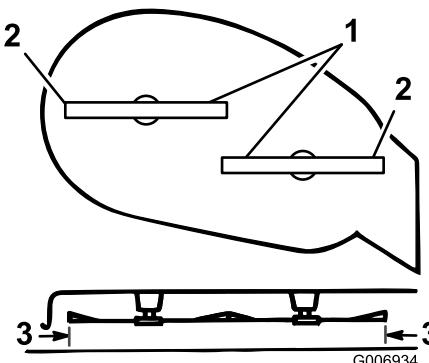

Bild 36
5. Drehen Sie die Schnittmesser vorsichtig von einer Seite zur anderen (Bild 36).
6. Messen Sie den Abstand zwischen den äußeren Schnittkanten und der ebenen Oberfläche (Bild 36). Wenn beide Messwerte nicht innerhalb von 5 mm